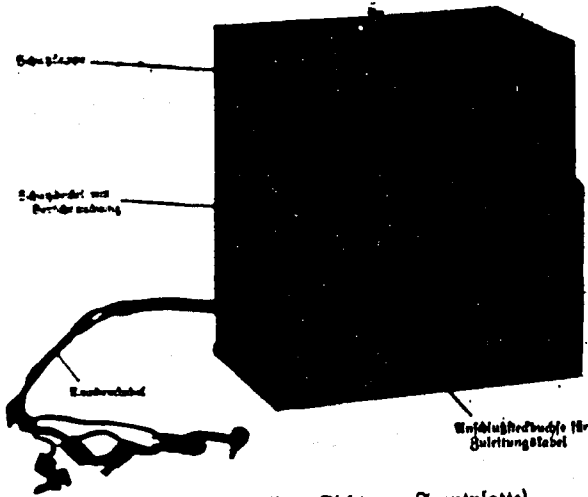
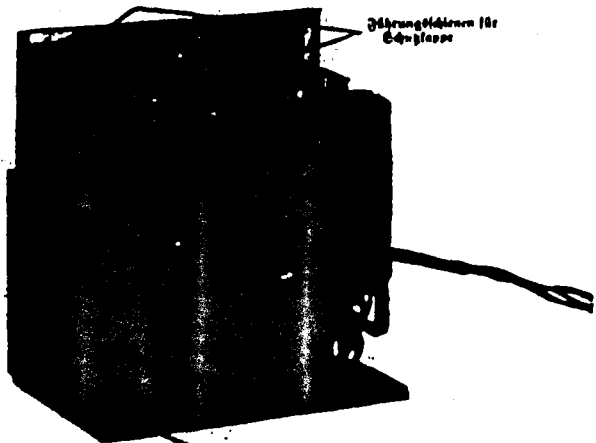

Bild 13 (geschlossen, Sicht zur Frontplatte)
Bild 14 (offen, Rückseite)
27. Wegen äußere Beschädigungen sind die Teile des Verstärkers durch eine Schutzklappe gesichert (Bild 13). Sie wird auf zwei Führungsschienen an der Rückwand der Frontplatte aufgeschoben und durch eine Schraube an der Oberseite des Rahmengestells festgeschraubt. Um auch von der Unterseite an die Teile des Verstärkers heranzukommen, ist ein abnehmbares Bodenblech (Bild 14) vorgesehen, das man durch Hineindrücken und seitliches Verschieben herausnehmen kann.
35. Das **Anodenkabel** (Bild 13) verbindet die **Anodenbatterie** mit dem **Verstärker**. Es hat **vier Adern** und ist etwa **40 cm** lang. **Kleine aufgeschobene Schilder** bezeichnen die **Anschlüsse** (Ziffer 26).